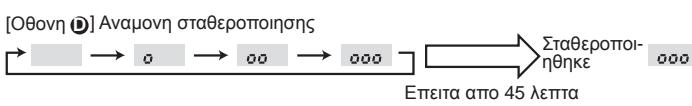

Fig. 8-3
- ③ Πατηστε το κουμπi (FILTER) (+) για να επιβεβαιωσετε τη ρυθμιση. (Fig. 8-3)